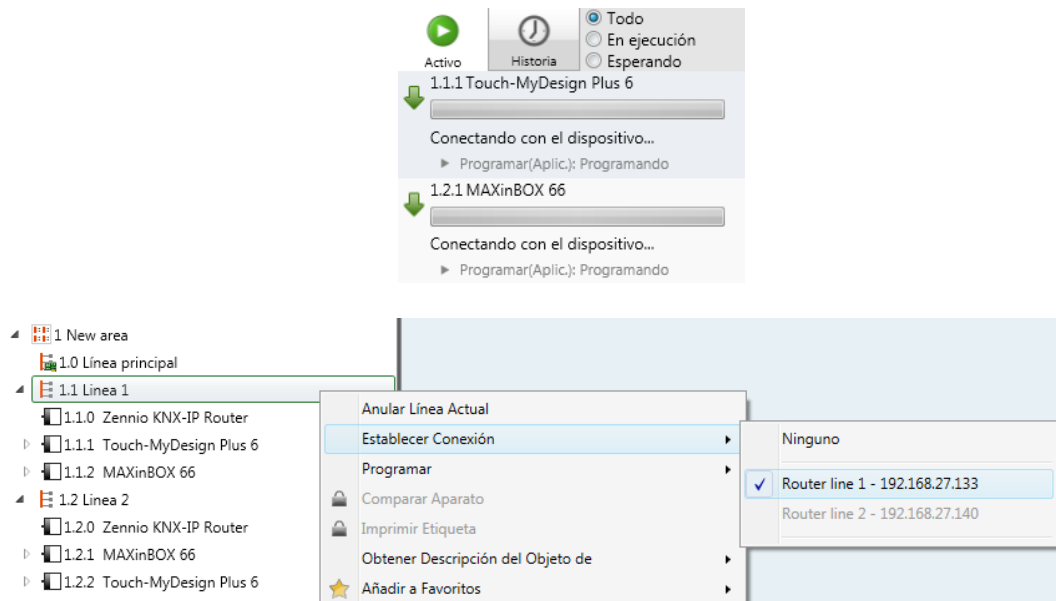

Figure 3 Capture de ETS pour programmation en parallèle
Pour que le dispositif entre en **mode de programmation**, il faudra presser le bouton de programmation (11) montré dans la Figure 3. Après un bref appui, la LED de programmation (5) s'illuminera en rouge.